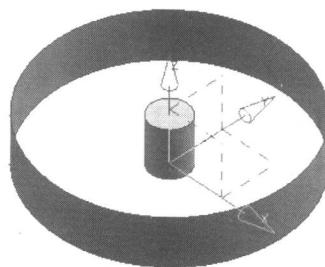

图1-10
2. 使用【偏置曲面】功能，偏置圆柱面，偏置距离为“80”，结果如图 1-10 所示。